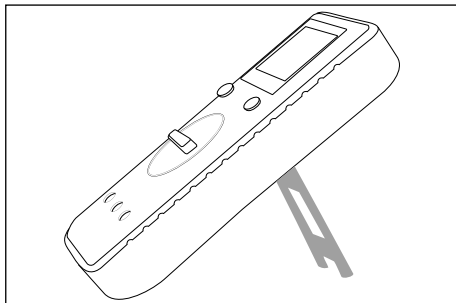

Bild 4
- ◆ För att ställa upp produkten fäller du ut stödet på produktens baksida (se bild 4).